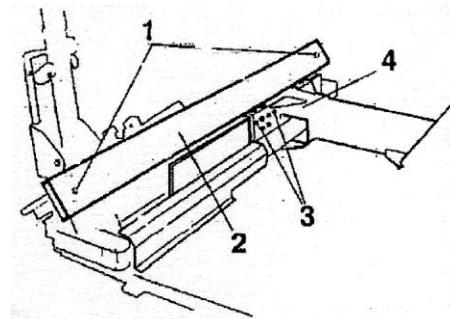

Рисунок 36
- Ослабьте четыре контрольные стопорные гайки (поз. 1, Рисунок 36).
f) Закрутите шесть контрольных винтов на скользящем башмаке (поз. 2, Рисунок 36) на четверть оборота.
h) Закрутите четыре контрольные стопорные гайки (поз. 1, Рисунок 36).